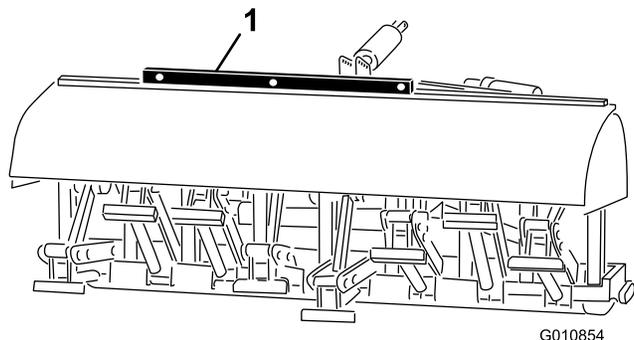

図 26
2. エアレータのフレームの上部に水準器を左右方向に置いて水平度を点検する(図 26)。